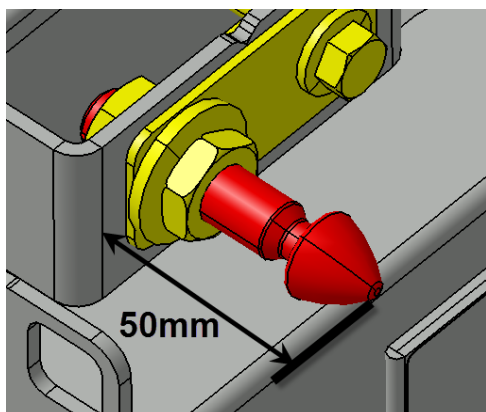

FIGURE 59:
11. Avant le premier essai de fermeture complète de la porte, assurez-vous que la goupille d'alignement/verrouillage n'excède pas plus de 2" (50mm) de son support. (Figure 59:). Des dommages peuvent subvenir à la porte si cette condition n'est pas respectée.